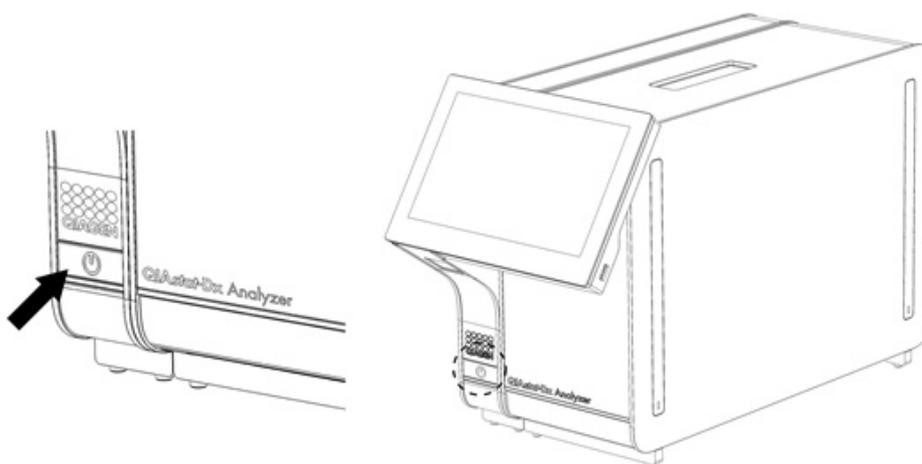

Figure 22 Appuyer sur le bouton ON/OFF (Marche/arrêt) pour démarrer l'instrument.
1. Appuyez sur le bouton ON/OFF (Marche/arrêt) situé à l'avant du QIAstat-Dx Analyzer 1.0 pour démarrer l'appareil (Figure 22).